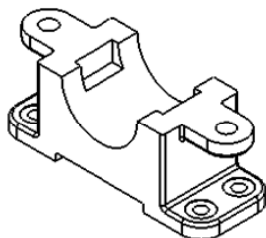

图 4.4.6 切边可见
Step1. 打开工程图文件 D:\sw18.5\work\ch04.04.02.01\tangent_edge_display.SLDDRW,系统默认的切边显示状态为“切边可见”,如图 4.4.6 所示。